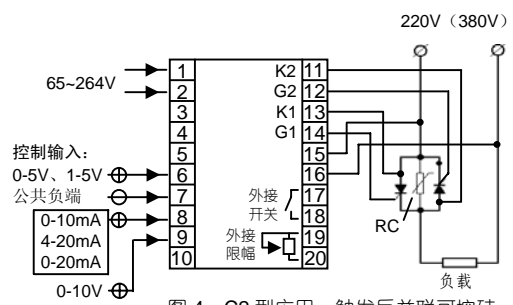

图4 C2型应用：触发反并联可控硅
1. C2 型单路触发器采用传统触发方式，需要接同步信号线，触发有极性要求，请严格参照前文图 3、图 4 接线图连接。